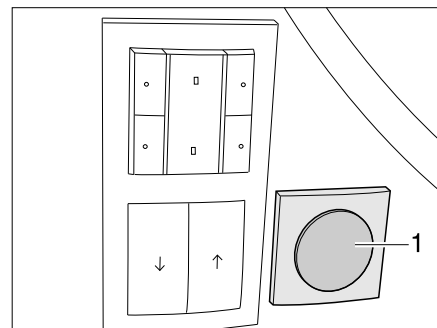

Bild 18 Schalter für Sonnenblende
- Den Schalter (Bild 18,1) unten drücken. Die Sonnenblende fährt herunter.
- Den Schalter (Bild 18,1) oben drücken. Die Sonnenblende fährt nach oben.